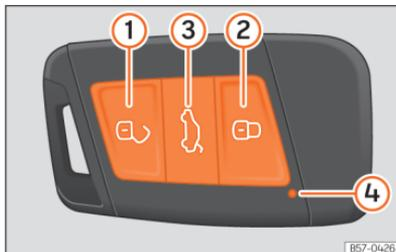

Fig. 46 Chave do veículo.
Quando se pressiona brevemente um botão na chave do veículo, a luz de controlo pisca ④ »» Fig. 46 [seta] uma vez brevemente, mas se se pressionar durante um tempo prolongado, piscará várias vezes, por exemplo, na abertura de conforto.